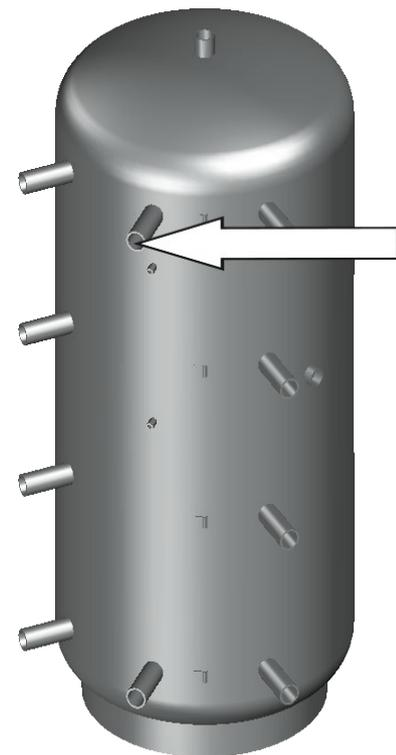
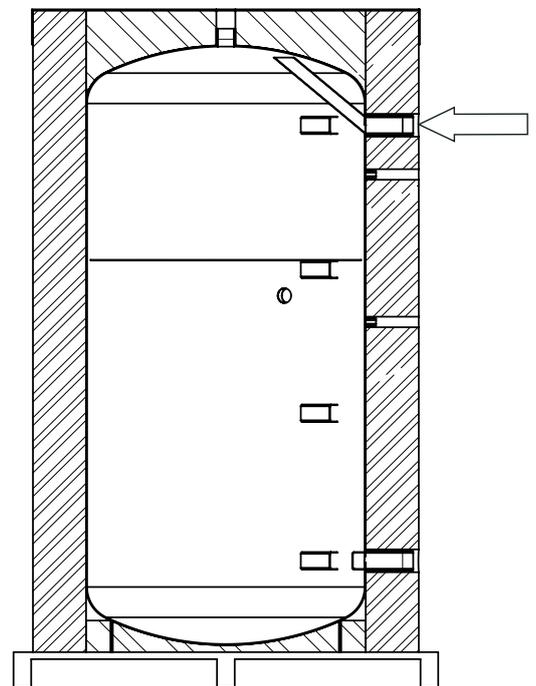

Fig. 15: Conexión del acumulador alimentación del circuito del acumulador
Fig. 16: Estructura interna del acumulador
- Cuando utilice la estación de agua potable con acumuladores Oventrop de la serie "Hydrocor HP", conecte la tuberías de suministro de "Alimentación del circuito del acumulador" a la boquilla de conexión marcada con una flecha en Fig. 15 y Fig. 16.